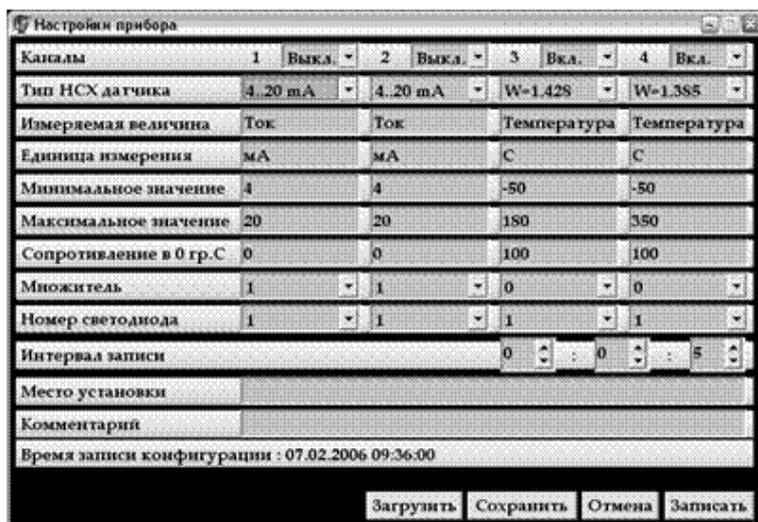

Рис. 13
1) Навести мышь на строку в таблице, соответствующую прибору, щелкнуть по ней мышью и в появившемся меню (рис. 11) выбрать пункт “Настройки прибора”. Появится окно настроек, приведенное на рис. 13. В этом окне число каналов соответствует типу прибора: для ИС-203.4 - 4 канала, для ИС-203.3 – 2 канала.